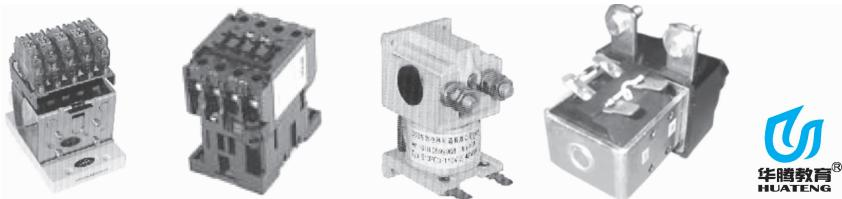

图 1-14 直流接触器的外形
③安装与使用。
(2) 直流接触器。直流接触器的外形如图 1-14 所示。